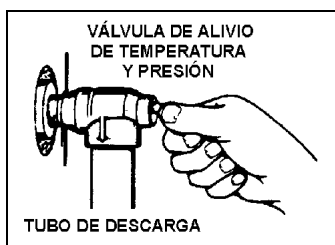

FIGURA 17.
Cuando pruebe el funcionamiento de la válvula de alivio de temperatura y presión, asegúrese de que (1) ninguna persona esté enfrente o alrededor de la salida del conducto de evacuación de la válvula de alivio de temperatura y presión, y (2) el agua evacuada no provoque ningún daño material ya que podría estar extremadamente caliente (ver Figura 17).